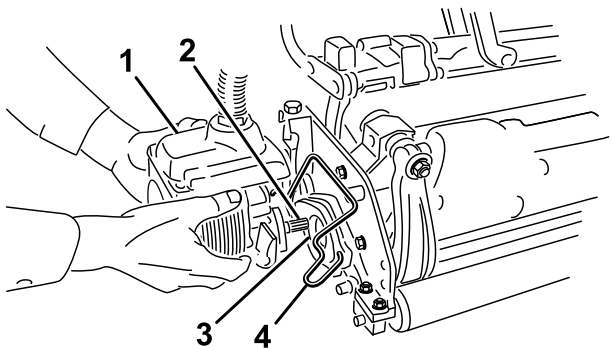

图38
6. 在滚刀组马达的花键轴上涂抹干净的润滑脂（图38）。
7. 将马达插入滚刀组左侧（从操作员的位置看），并将滚刀组上的马达保持架拉向马达，直到听见马达两侧发出“咔哒”的声音（图38）。